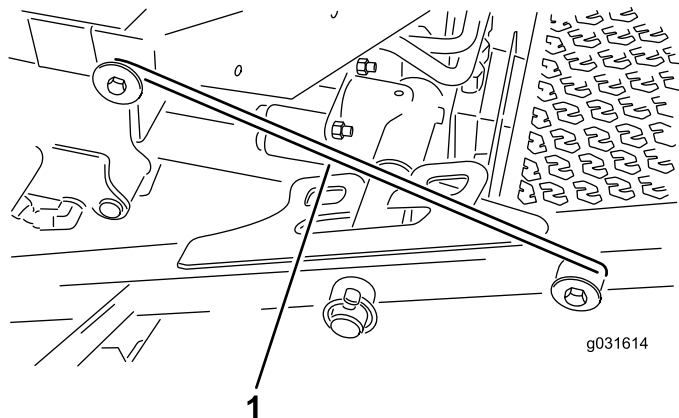

図 31
4. 前側キャリアフレームリテーナからラッチのロッドを外す 図 31。
5. 前刈り込みデッキの外側を持ち上げ、運転台前部のフレームについているピンにラッチを掛ける 図 31。